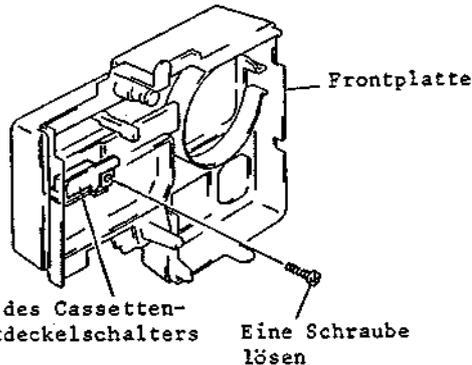

Abb. 2-31 Ausbau des Cassettenschaltdeckelschalters
2-9 Ausbau des Cassettenschachtdeckel-Schalters (siehe Abb. 2-31, 2-32)
2. Eine (1) Befestigungsschraube des Halters des Cassettenschaltdeckelschalters lösen (siehe Abb. 2-31).